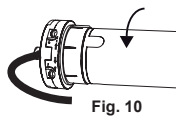

Fig. 10
A. une installation côté gauche. Je vois l'intérieur du caisson et l'interrupteur de fin de course du moteur se trouve sur le côté gauche (voir fig. 10)